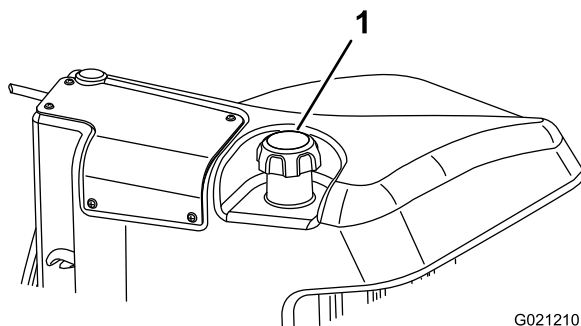

Figure 31
3. Retirez le bouchon du réservoir de carburant (Figure 31).